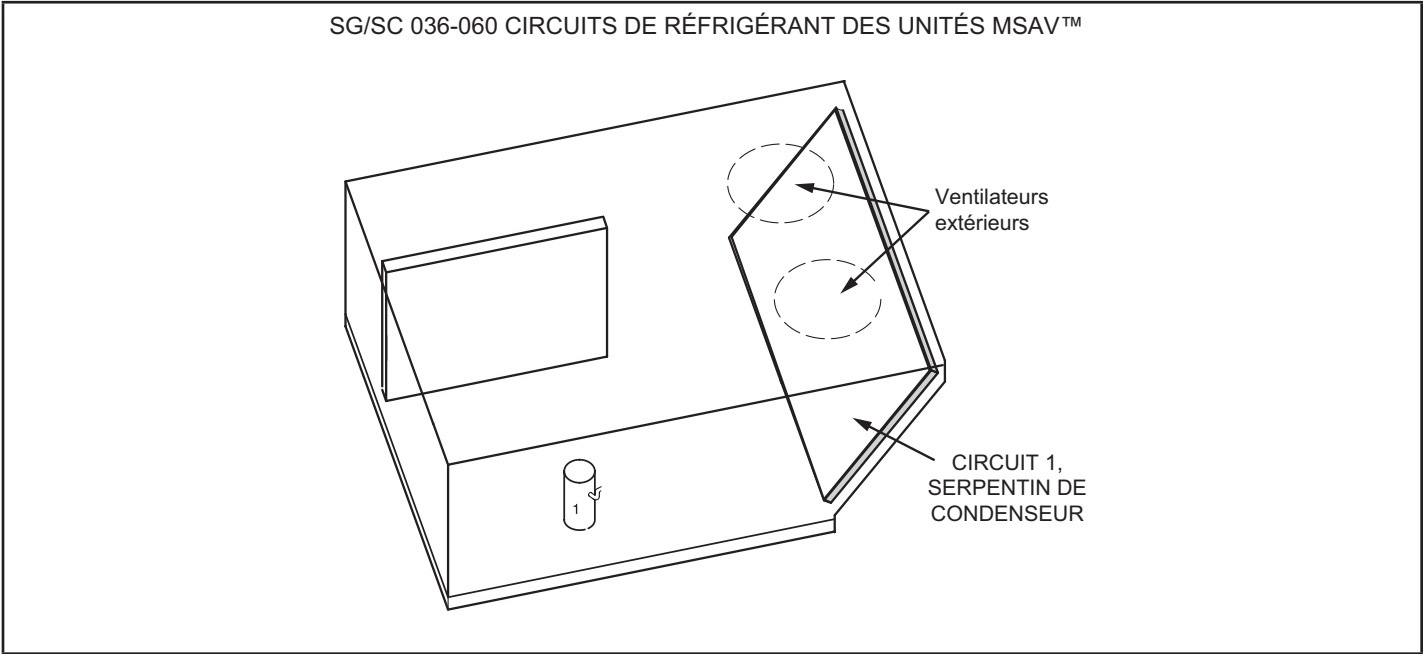

FIGURE 33
- 3 - Les unités SG/SC 036-060 contiennent un circuit de réfrigérant et un stage de climatisation. Reportez-vous à la FIGURE 33.